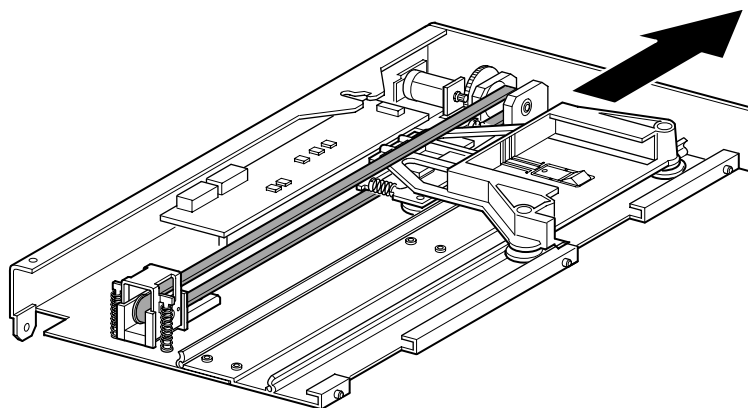

図2-11: メディア エレベータ搬送器の位置
2. メディア エレベータ搬送器を、PTMベース ユニットの上部にスライドさせます(図2-11を参照)。PTMベース ユニットの上部にはドライブ モーターがあることに注意してください。
4. メディアエレベータ搬送器を、ベルトブロックアクセスカットアウトの上に配置します（図2-11を参照）。